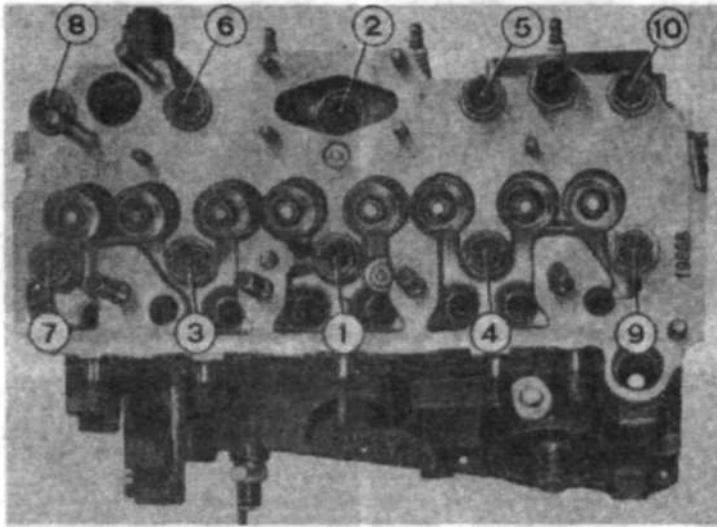

Рис.1.19. Последовательность затяжки болтов головки цилиндров (разделы 11 и 53).
8. Постепенно затянуть болты головки цилиндров до нужного момента в последовательности, показанной на рис.1.19.